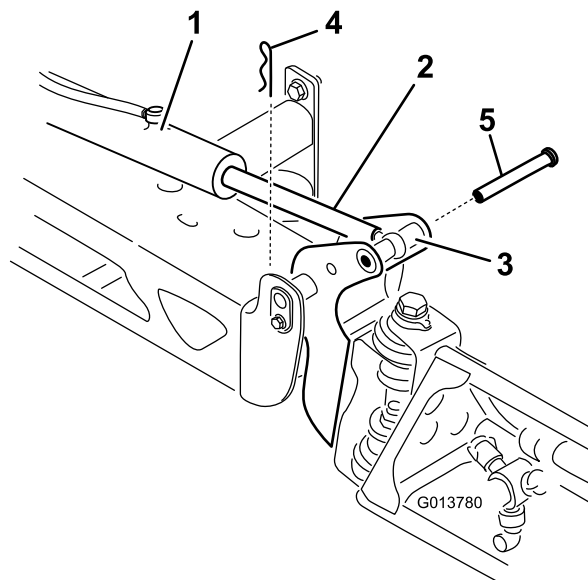

Рисунок 96
2. Извлеките шплинт из оси поворота (Рисунок 96).
3. Поднимите стрелу, извлеките штифт (Рисунок 96) и медленно опустите стрелу на землю.
- Удерживая стрелу, проденьте штифт сквозь ось поворота стрелы и шток привода (Рисунок 96).